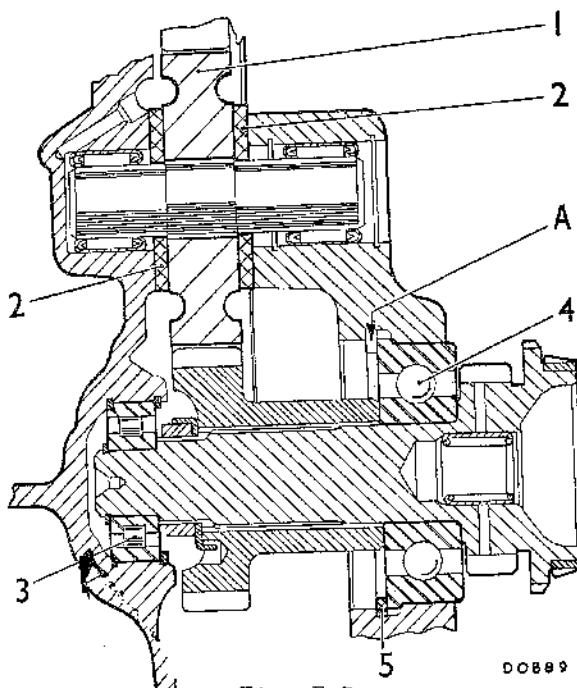

Fig. F.3
Usar la Herramienta de Servicio 18G 569 para calibrar el grosor correcto de anillo elástico de retención necesario para sujetar el conjunto de cojinete. Comprobar primero con el lado grueso del calibre; los dos tamaños van marcados en el mango. Consultar la Fig. F.3, en la cual está representada esta operación, y poner el anillo elástico de retención seleccionado del cuadro
- (34) Montar de nuevo el cojinete de rodillos y anillo elástico del eje primario.
- (35) Seguir a la inversa el procedimiento descrito en las indicaciones del párrafo (16).
- (36) Montar de nuevo el brazo enclavador del selector, la tapa delantera, el engranaje y tapa, piñón, casquillo y alojamiento de piñón del velocímetro. Meter el eje de mando del cambio de velocidades, colocar de nuevo su chaveta y abrazadera de sujeción, y poner el émbolo y muelle de retención de marcha atrás, o el interruptor de la luz de marcha atrás (si va montado).
- (37) Montar de nuevo el diferencial y comprobar el ajuste según se indica en la Sección F.4.
- (38) Montar el engranaje libre y sus arandelas de empuje, de modo que el lado achaflanado de cada arandela quede contra el engranaje.
- (39) Colocar de nuevo el cárter del volante del motor, con una junta nueva, y apretarlo al par de torsión indicado en 'DATOS GENERALES'. Comprobar con galgas de espesores que el engranaje libre tenga un hueco longitudinal de 0,08 a 0,2 mm., véase la Fig. F.3. Hay disponibles para el ajuste arandelas de empuje en varios gruesos de 3,34 a 3,54 mm.
- (40) Quitar el cárter y junta del volante del motor, y montar de nuevo el conjunto de la transmisión en el motor según se indica en la Sección A.19, poniendo una junta nueva para reemplazar la que se usó para la comprobación del hueco longitudinal del engranaje libre.